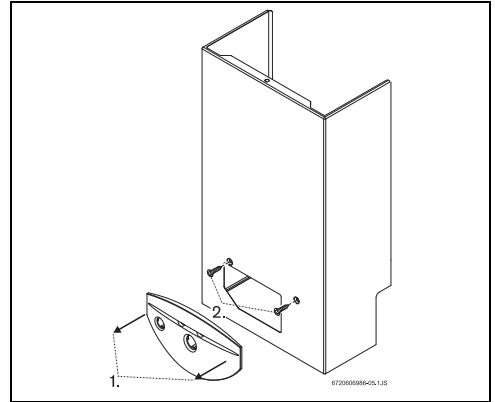

Fig. 13 Retirada de la parte frontal
- ▶ Retire el panel de mandos del aparato. Para ello, basta con empujarlo ligeramente hacia sí mismo (→Fig. 13, [1]).
- ▶ Afloje los dos tornillos (→Fig. 13, [2]).